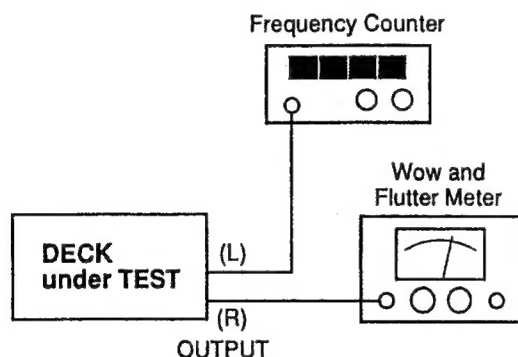

Fig. 4-1
1. Connect a frequency counter to the deck as shown in Fig. 4-1.
1. Connect a wow and flutter meter to the deck as shown in Fig. 4-1.
1. 図4-1のように周波数カウンターを接続する。
1. 図4-1のようにワウ・フラッターメーターを接続する。